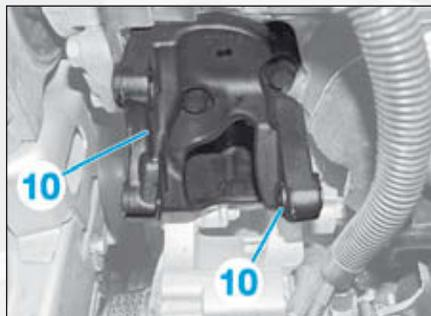

FIG. 15
- Vérifier la présence de la bague (10) sur le support de pompe de direction assistée (11) (Fig.15).